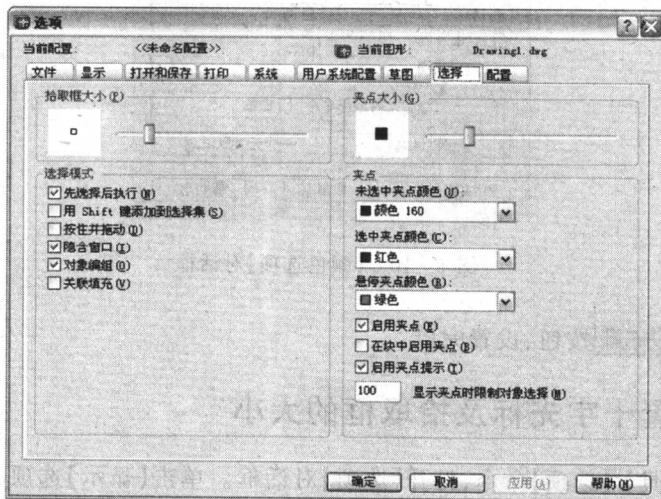

图 1-13 【选择】选项卡
3. 单击【选择】选项,进入【选择】选项卡,如图 1-13 所示。